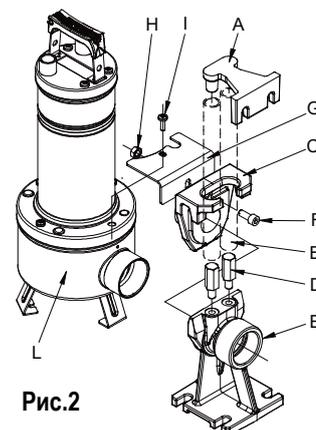

Рис.2
Для стационарной установки рекомендуется использовать подъемный механизм DSD2 (поставляется по заказу – Рис.2) для облегчения выполнения технического обслуживания электронасоса. Этот механизм устанавливается между напорным отверстием электронасоса и трубопроводом и в процессе технического обслуживания помогает избежать съема напорного трубопровода. Механизм DSD2 состоит из 8 частей, плюс один, не входящий в комплект (трубы 3/4”):
Опора устанавливается на дно и прикрепляется расширительными винтами, соответствующего размера. Крепежная скоба для труб располагается в верхней части колодца и вставляется с конца двух труб 3/4" (не входят в комплект), которые выполняют роль желоба. Две трубы соединяют скобу с опорой. Соединить скобу основания с фильтром насоса рядом с напорным отверстием, закрепляя ее двумя винтами, предусмотренными для блокировки крышки фильтра. Вынуть верхний болт из фланца с нагнетательной стороны (I). Установить блокировочную скобу против вращения (G). Восстановить болт на место (I). Снять суппорт с соединительной ножки и соединить его с нагнетательным отверстием насоса. При помощи болта F и гайки H прикрепить суппорт к насосу, как показано на схеме. Установить узел суппорт/насос на ножку (Рис.2).